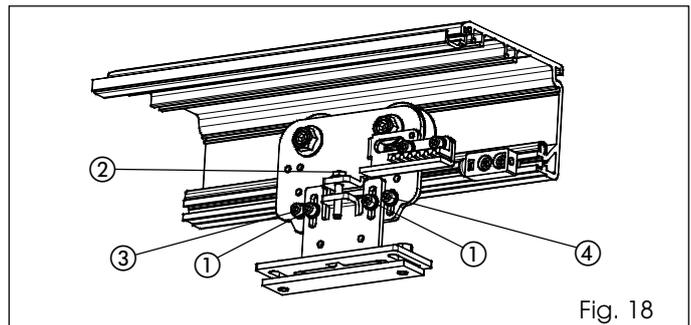

Fig. 18
•Afloje ligeramente los dos tornillos hexagonales fig. 18 ref. ①.
•Gire el tornillo (fig. 18 ref. ②) en sentido horario para subir las hojas o bien en sentido antihorario para bajarlas.
•Afloje los dos tornillos hexagonales (fig. 18 ref. ③ y ④).
•Haga deslizar el tornillo de fig. 18 ref. ④ por el interior de la ranura, de modo que la rueda de contraempuje, durante el movimiento del carro, se deslice sobre el perfil sin bloquearse. Compruebe que se pueda bloquear la rueda sin que por ello se pare el carro.